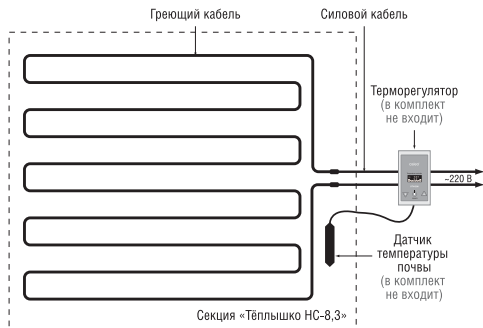

Рис. 1. Схема укладки нагревательной секции Тёплышко НС-8,3
5. Используя металлическую сетку, разложите змейкой нагревательный кабель (рис. 1), и применив пластиковые стяжки, закрепите кабель на сетке.